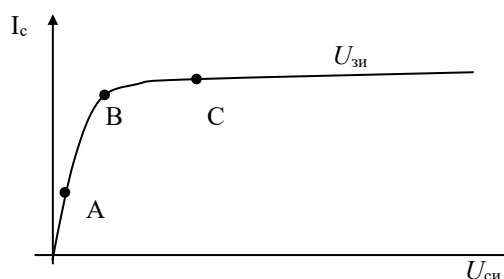

Рис. 27. Стоковая характеристика полевого транзистора
5. Изобразить форму канала для точек А, В, С стоковой характеристики (рис. 27).